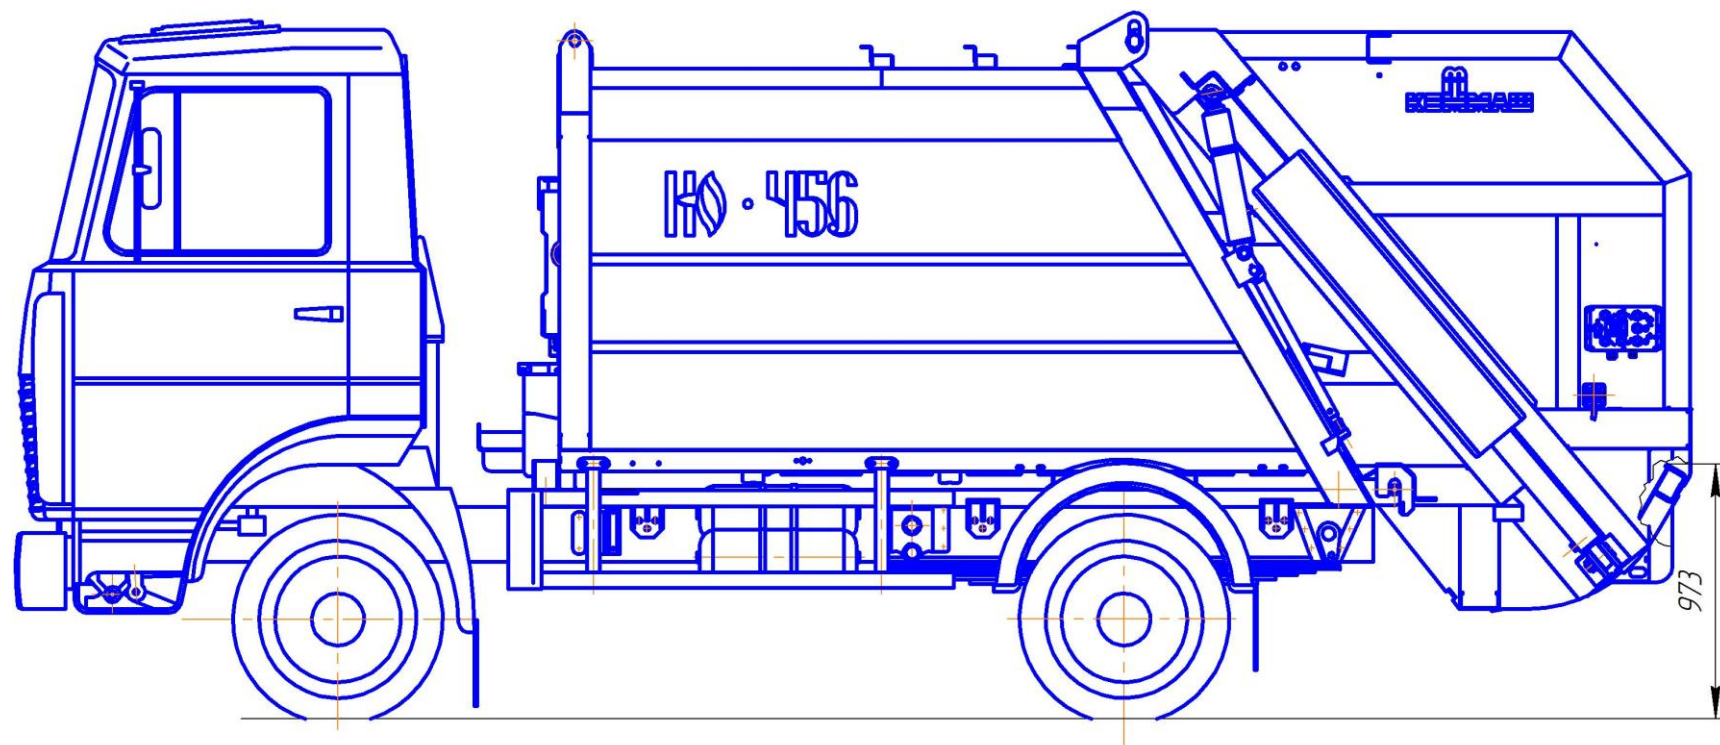

Рисунок 1- Мусоровоз с ручной загрузкой
1.1 Мусоровоз (Рис.1, 2) предназначен для ручного и механизированного из контейнеров вместимостью: